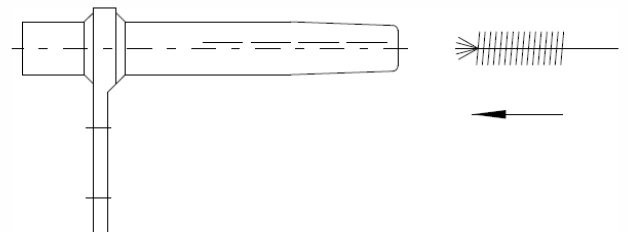

Bild 1
2. Wenn das Aluminiumrohr der Pressabspannklemme mit Fett gefüllt ist, fahren Sie mit Nr. 4 fort. Wenn nicht, bürsten Sie das Innere des Rohres mit einer runden Stahlbürste (Bürstendurchmesser größer als der Rohrinne Durchmesser) und reinigen Sie es mit Putzwolle (Bild 1). Fahren Sie sofort mit Nr. 3 fort (max. 30 Sekunden).